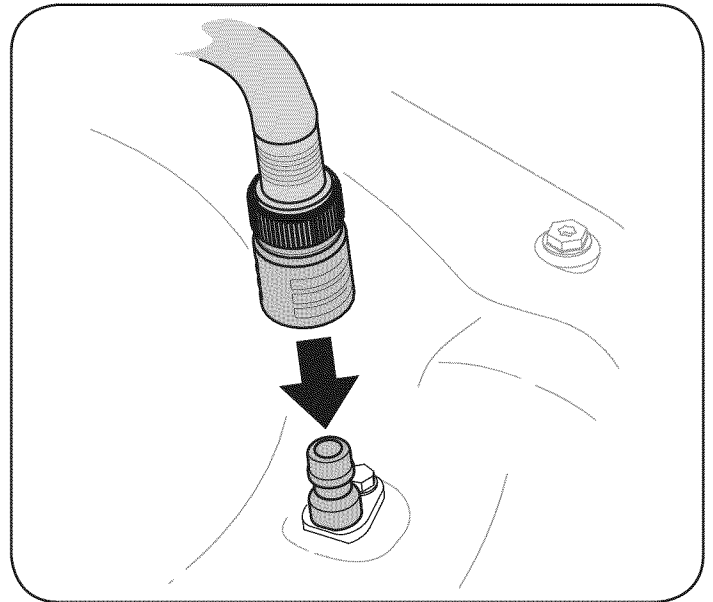

Figura 21
3. Una el acople de la manguera al puerto de agua que se encuentra en la superficie de la plataforma. Vea la Figura 21.